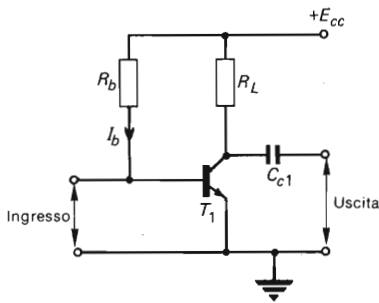

Fig. 6.5 - Polarizzazione fissa in corrente per un transistoro connesso ad emettitore comune.
(1) Il metodo più semplice per ottenere il richiesto punto di lavoro di un transistoro connesso ad emettitore comune è suggerito dalla Fig. 6.5. La differenza di potenziale ai capi della giunzione p-n base-emettitore, polarizzata direttamente, è trascurabile; quindi la corrente di polarizzazione di base ( $I_b$ ) è data da:
Tuttavia, la rete di polarizzazione di un transistoro deve anche essere in grado di stabilizzare il circuito nei confronti di variazioni nella corrente continua di collettore. Da questo punto di vista, la configurazione di Fig. 6.5 si presenta inefficiente e viene usata assai raramente.